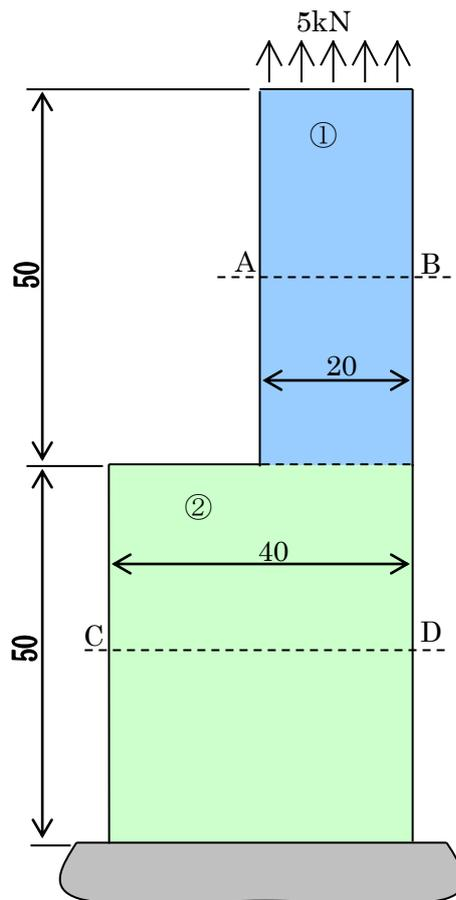

図 2
問題 1 1・2 図 1 は棒①（長さ 100mm、幅 20mm、厚さ 5mm）とその左右に対称にして 2 本の棒②（長さ 100mm、幅 10mm、厚さ 5mm）を並列にならべ、上下を剛体の棒で結合してある。図 2 は棒①、棒②ともに長さ 100mm、幅 20mm、厚さ 5mm であり、これらの上下を剛体の棒③で結合してある。下端を固定し、上端に総計 20kN となる等分布荷重を作用させる。棒①、②の縦弾性係数はそれぞれ 210GPa、70GPa であるとして、以下の間に答えよ。（1 章の知識が必要）